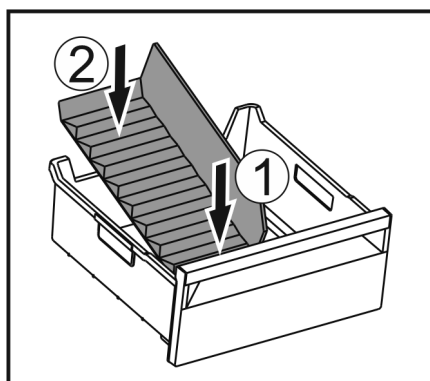

Fig. 55
- Установите переднюю часть разделителя отделения для льда. Fig. 55 (1)
- Опустите заднюю часть разделителя отделения для льда на дно выдвижного ящика. Fig. 55 (2)